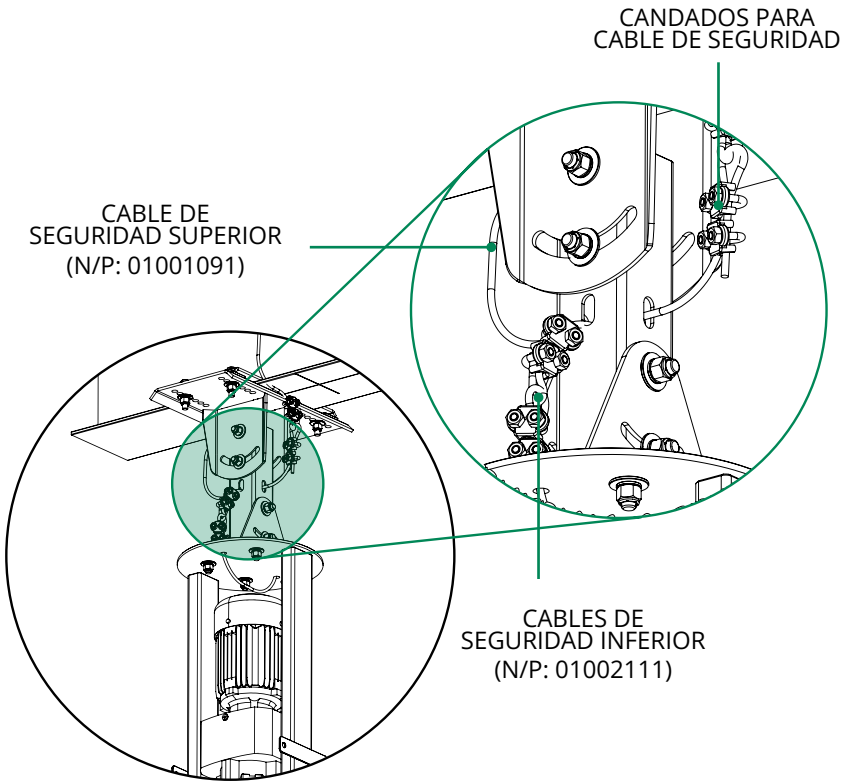

Fig. 6.1
6.1 DEBE INSTALAR LOS CABLES DE SEGURIDAD COMO SE MUESTRA EN LA FIG. 6.1 AJUSTANDO CON LOS CANDADOS PARA CABLES DE SEGURIDAD.